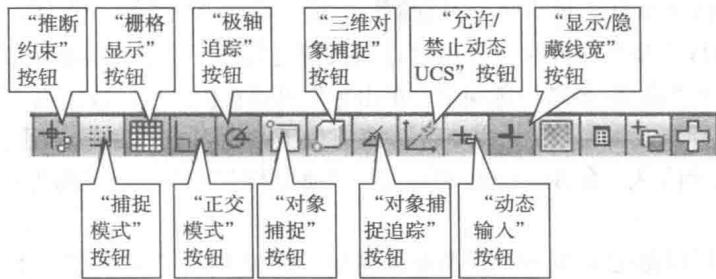

图 1-14 常用的状态栏模式
(8) 熟悉状态栏。状态栏位于屏幕的底部，状态栏用来显示 AutoCAD 当前的状态，如当前光标的坐标、命令和按钮说明等，当状态栏的某个模式按钮呈亮显状态时，表明模式是打开的；否则，该模式是关闭的，图 1-14 所示为状态栏常用的一些模式。